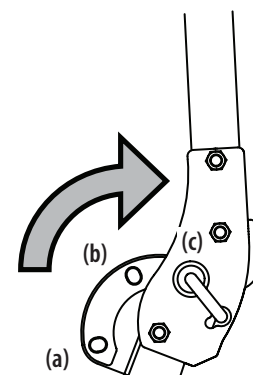

Figure 2-4
2. Lorsque les goupilles sont dans la position de réglage, relevez la partie supérieure de la structure de protection anti-retournement de sa position de transport (a) et tournez-la jusqu'à la position verticale (c), après la position de transport avec bac récupérateur (b). Voir Figure 2-4.